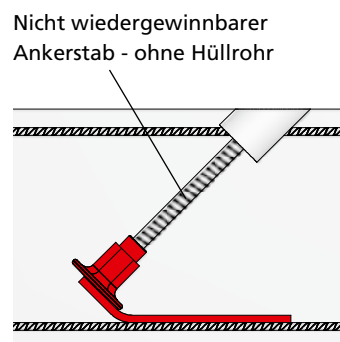

Abb. 13.2
■ **Nicht wiedergewinnbarer Anker**, wird z.B. bei WU-Beton verwendet und ohne Hüllrohr eingesetzt (Abb. 13.2).